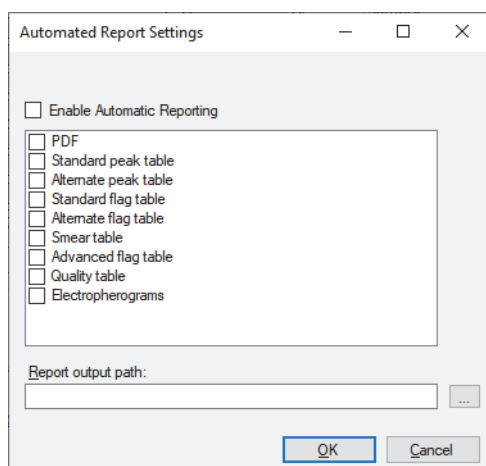

图 117 5400 片段分析仪自动化报告设置 (Automated Report Settings) 窗口
- 1 从主菜单 (Main) 中，选择**管理-结果报告设置** (Admin-Results Report Setup) 将显示**自动化报告设置** (Automated Report Settings) 窗口（图 117）。